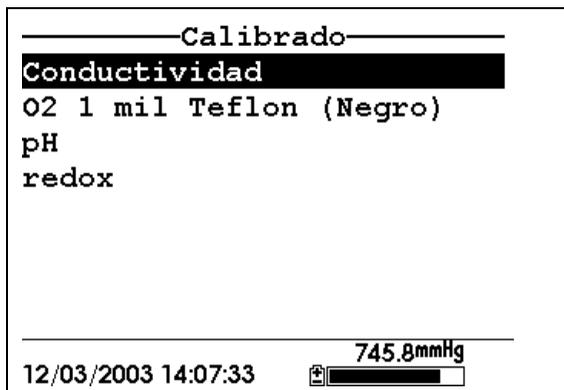

Imagen 6.2 Pantalla del Calibrado
2. Use las flechas para seleccionar la opción de Conductividad. Ver *Imagen 6.2 Pantalla del Calibración.*
- 15. Presione **Escape** para volver al menú de calibración. Ver imagen 6.2 *Pantalla de Calibración*.
- 2. Use las flechas para seleccionar la opción de **Oxígeno Disuelto**. Ver Imagen 6.2 *Pantalla de Calibración*.
11. Presione **Escape** para volver al menú de calibración. Ver *Imagen 6.2 Pantalla de Calibración*
11. Pulse **Escape** para volver al menú del Calibración. Ver Imagen 6.2 Pantalla de Calibración
2. Use las flechas para seleccionar la opción de **pH** Ver Imagen 6.2 *Pantalla de Calibración*.